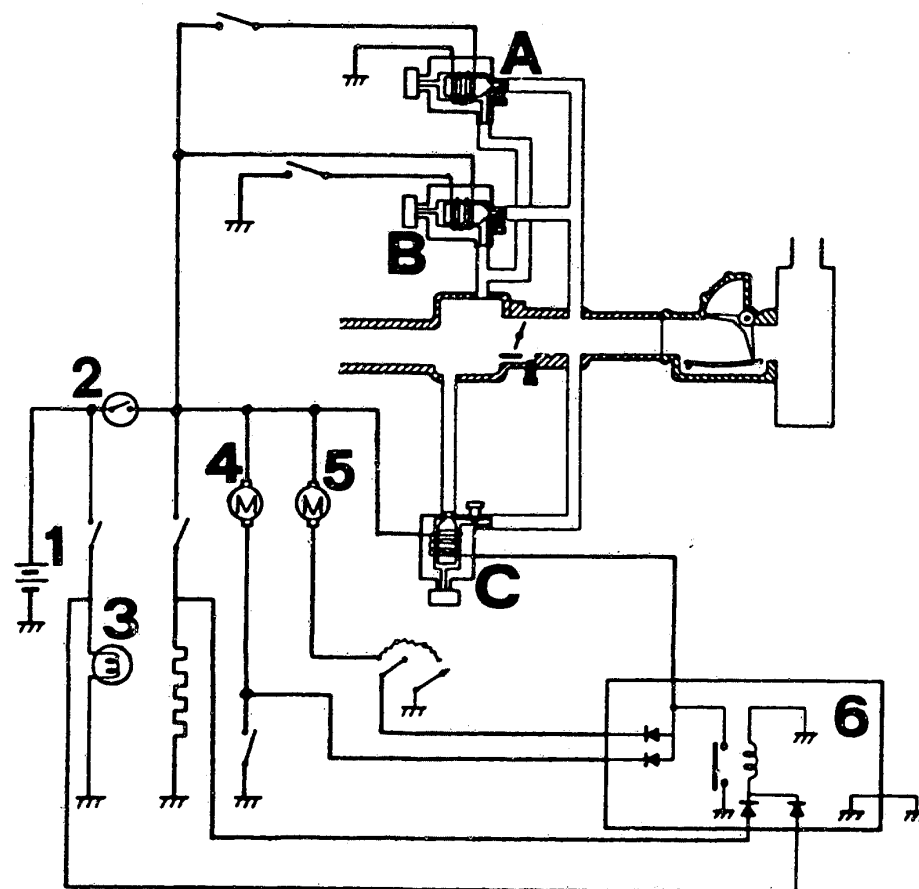

Bild 18
d) Die **Leerlaufanhebung** erfolgt über drei Magnetventile, welche Luft um die Drosselklappe herumführen (Bild 18). Je eines ist beim Betätigen der Servolenkung und beim Einschalten des Klimakompressors zuständig. Das dritte Ventil öffnet beim Einschalten von elektrischen Verbrauchern wie Heizgebläse, Kühlventilator oder Scheinwerfer.